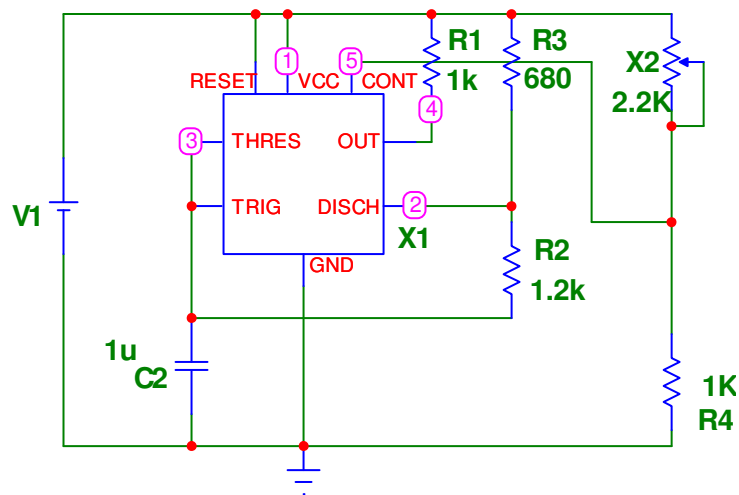

Figura 1.5 Circuito 555 discreto en configuración astable con potenciómetro para la tensión de control
- 1) Montar el circuito de la **Figura 1.5** en una placa de prueba, a partir del montaje del apartado anterior, añadiendo un divisor resistivo compuesto por una resistencia de 1k y una resistencia variable o potenciómetro de 2.2k